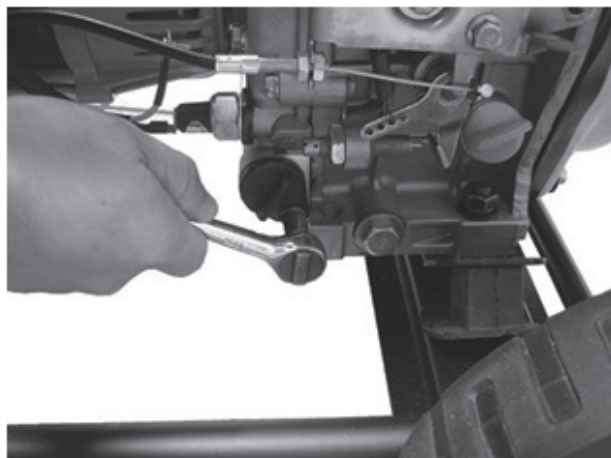

Рис.16
2. Открутить сливной болт и слить масло в специальную емкость (Рис.16)